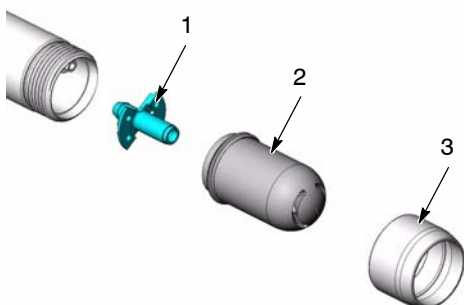

Bild 1 Demontering av munstycke och fästhylsa
2. Se bild 1. Skruva av fästhylsan (3) och munstycksdelen (2) från strålpistolen.
3. Drag av slangadaptern (1) från pulverslangen.
9. Se bild 1. Sätt in slangadaptern (1) i pulverslangen.
11. Sätt tillbaka munstycket (2) och fästhylsan (3) på spraypistolen.